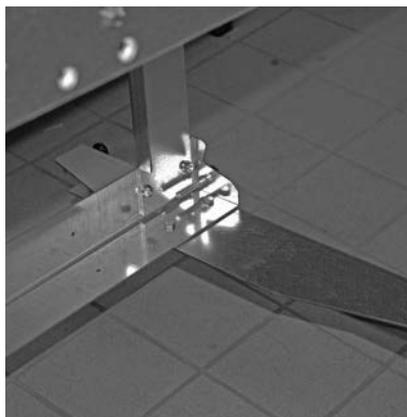

Fig. 148 Fissare l'ausilio d'installazione
- Fissare l'ausilio d'installazione con 2 viti a testa esagonale M8x16 e i dadi M8 su ciascun lato - Fig. 148.